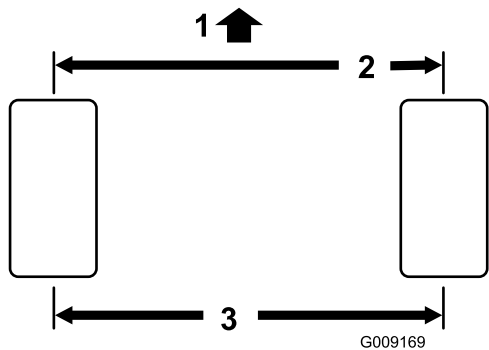

Bild 58
2. Messen Sie den Abstand vorne und hinten an den Lenkreifen Mitte-zu-Mitte (auf Achshöhe). **Bild 58**